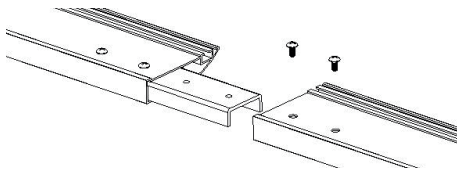

Fig. 1
Posez les barres de cadre horizontales du cadre (A) sur le sol, côté plat. Placez un chiffon propre et doux au-dessous afin d'éviter de rayer la surface. Les deux barres de cadre verticales se font face. Placez un élément de liaison (H) dans une partie du cadre, conformément à la figure 1. Veillez à ce que les trous soient superposés. Fixez ensuite l'élément de liaison (H) à l'aide de deux vis (J). Dès qu'il est fixé, insérez l'élément dans l'autre partie du cadre (A) en veillant ici aussi à ce que les trous soient superposés. Vissez maintenant l'élément de liaison (H) avec deux vis (J). Répétez cette étape une seconde fois avec les autres éléments. Cette étape est terminée lorsque vous avez deux barres de cadre horizontales assemblées.
2. Insérez 4 rondelles rectangulaires à glissement (G) par barre de cadre horizontale (A) selon l'illustration :